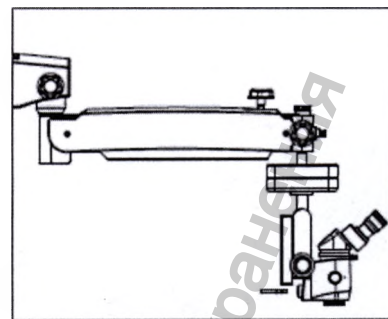

Рис. 13
6.11 Подключите кабель педали к микроскопу (для исполнений PRIMA DNT, PRIMA ENT, PRIMA OPH) Смотрите рисунок 13.